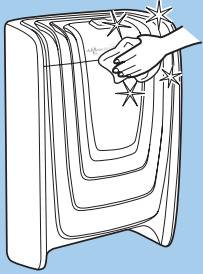

Fig. 11
- Clean unit as necessary by wiping with a dry, soft cloth; for stubborn stains, use a warm, damp cloth (Fig. 11).
- Nettoyez l'appareil selon les besoins en l'essuyant avec un chiffon sec et doux ; pour les tâches résistantes, utilisez un chiffon humide et tiède (Fig. 11).
- Limpie la unidad según sea necesario con un paño seco y suave. Use un paño tibio y húmedo para las manchas rebeldes (Fig. 11).